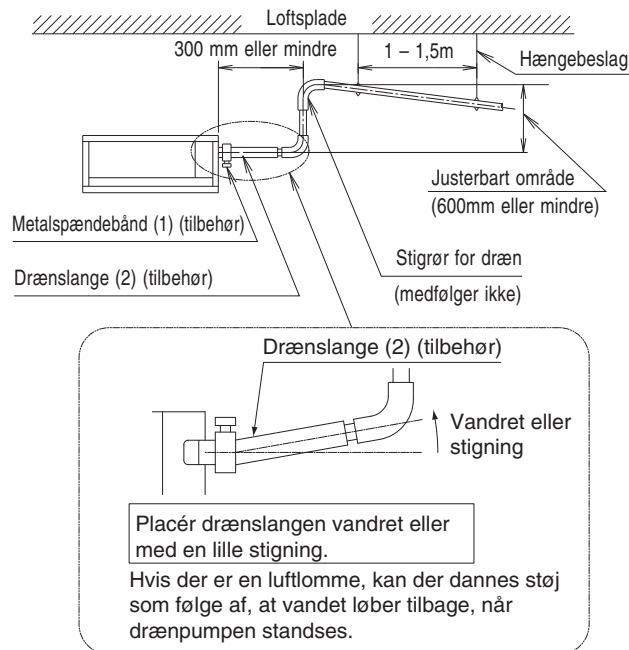

Fig. 13
- Placér det stigende drænrør lodret og se efter, at det ikke er mere end 300 mm fra enheden. (Se fig. 13)